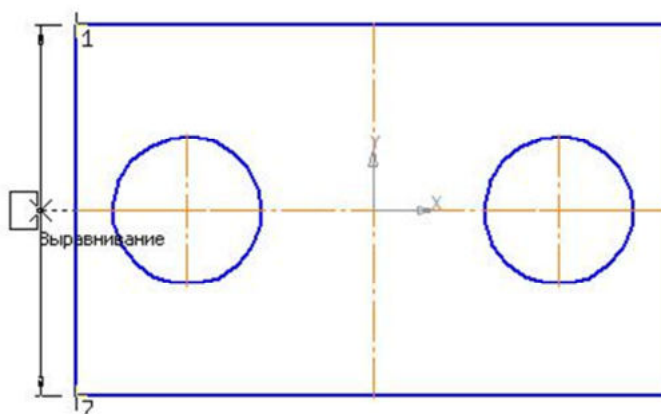

Рис. 11
- ☐ укажите первую точку привязки размера, а затем вторую (рис. 11);